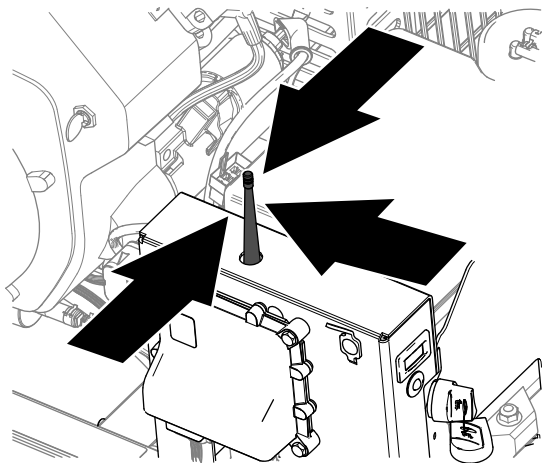

Figura 50
3. ținând telecomanda portabilă, poziționați-vă în apropierea modulului de comandă wireless, într-o zonă cu linie vizuală clară i fără obstrucții la antenă (Figura 50).